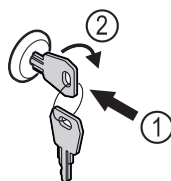

Fig. 170
- ▶ Schlüssel hineindrücken. Fig. 170 (1)
- ▶ Schlüssel um 90° im Uhrzeigersinn drehen. Fig. 170 (2)